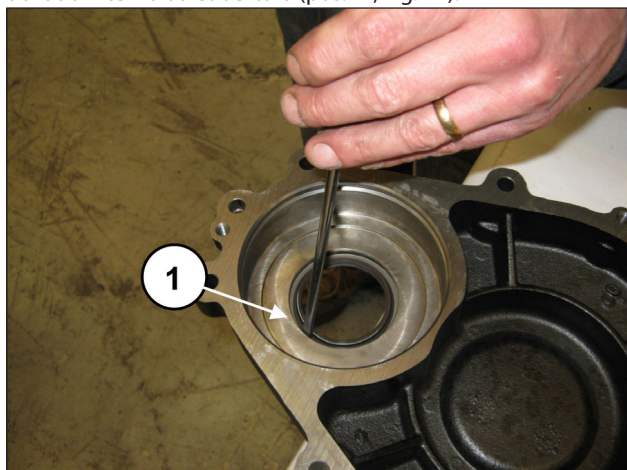

Fig. 11
Extraia as vedações do óleo da cobertura do redutor, agindo do lado interno da cobertura (pos. ①, Fig. 11).